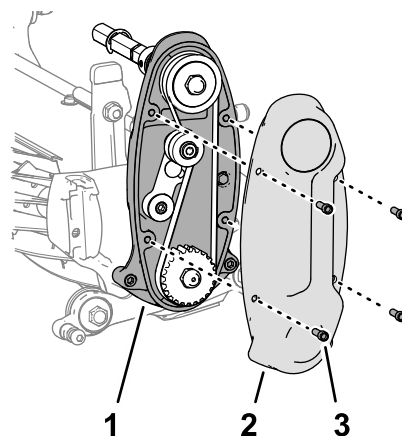

Figura 18
5. Monte la cubierta en el alojamiento de la transmisión del molinete (Figura 18) con los 4 tornillos con arandela prensada (1/4" x 3/4").